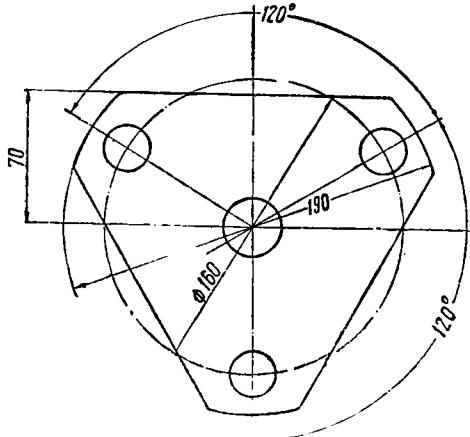

Рис. 5. Съемник для снятия левого полукартера с двигателя
3. В аналогичном порядке, но при помощи другого съемника (рис. 5) произвести выпрессовку коленчатого вала из левого полукартера. Для этого три болта с резьбой M10 вынуть из основания съемника и ввести их в три отверстия Ø 11 мм левого полукартера, расположенные по окружности Ø 160 мм. Болты вводить с внутренней стороны полукартера. Основание съемника надеть на свободные концы болтов M10 с торцевой стороны левого полукартера и прижать гайками. Болт с резьбой M18 довести до упора в торец левой цапфы коленчатого вала и затем с помощью ключа вращать болт до полного вытеснения коленчатого вала из левого полукартера.